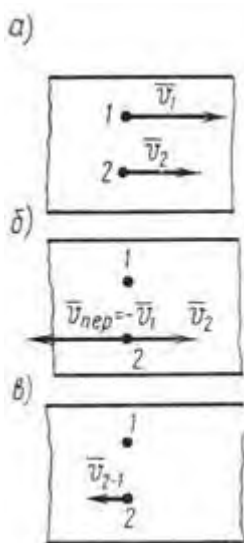

Рисунок 19
3. Два автомобиля 1 и 2 движутся параллельно друг другу в одну и ту же сторону со скоростями $V_1 = 80$ км/ч и $V_2 = 60$ км/ч (рис. 19, а). С какой скоростью второй автомобиль движется относительно первого?